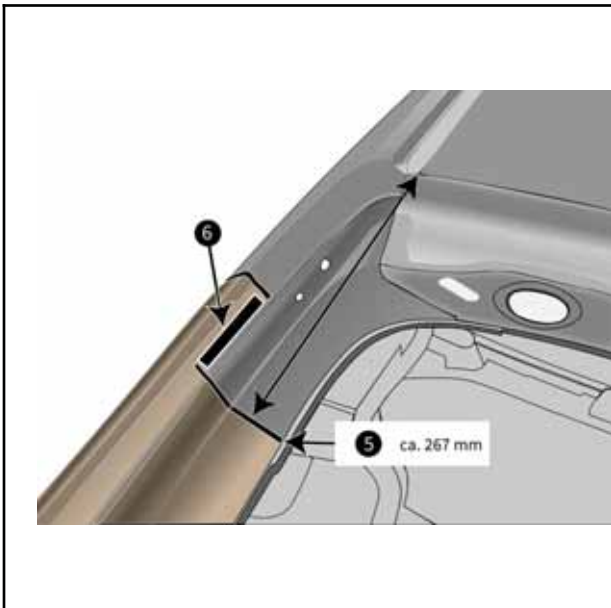

Bild 2: Wasserrinne D-Säule
- Führen Sie den Trennschnitt Bild 2 gemessen an dem Eckpunkt der Dachaußenhaut mit dem angegebenen Maß Bild 2 | Pos. 5 durch.
- Lösen Sie die Schweißverbindungen Bild 2 | Pos. 6.